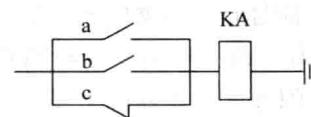

图 1-8 并联联锁
(2) 并联联锁（见图 1-8）。在某电器的工作线圈前并联若干其他电器的联锁。